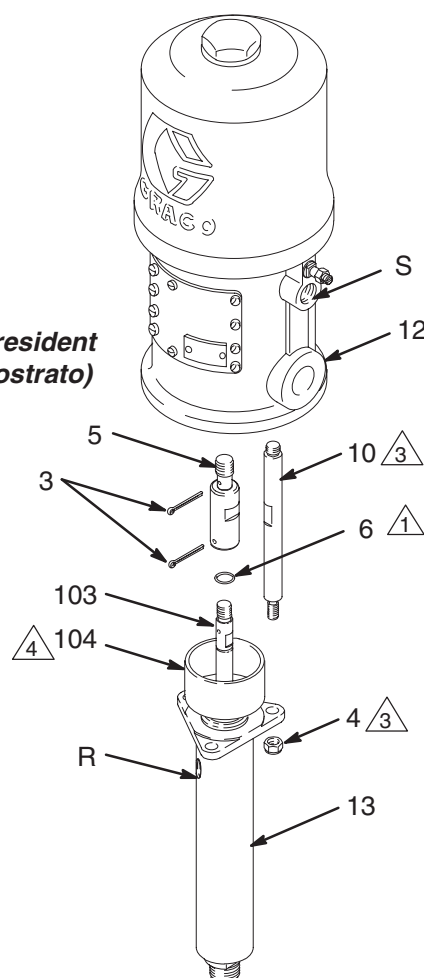

Fig. 3
3. Avvitare la biella (103) nell'albero del motore pneumatico (12) o l'adattatore (5, solo per pompa President) fin quando i fori dello spinotto non sono allineati. Avvitare i controdadi (4) sui tiranti (10) senza serrare. Installare la coppia (3).
4. Montare la pompa e ricollegare tutti i flessibili. Ricollegare il filo di terra se era stato scollegato durante la riparazione. Serrare il dado premiguarzioni (104) da 24 a 27 N.m. Riempire la tazza del dado premiguarzioni con sigillante liquido per ghiere.
5. Serrare i controdadi del tirante (4) in modo uniforme e serrare come indicato in Fig. 3. Avviare la pompa e farla funzionare a una pressione dell'aria di circa 0,28 MPa (2,8 bar) per verificare che funzioni correttamente.